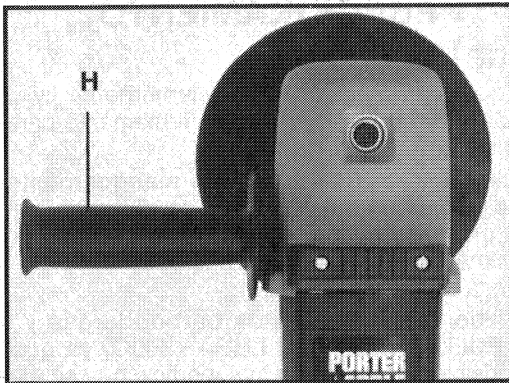

Fig. 3
Una agarradera (mango) auxiliar (H), Fig. 3 está incluida con su herramienta que puede instalarse a cualquier lado o encima de la caja delantera. Esta agarradera DEBE USARSE TODO EL TIEMPO para mantener el control completo de la máquina.